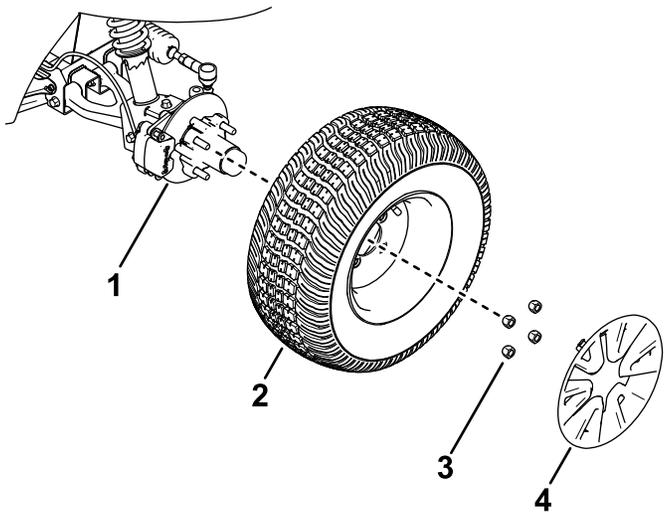

図 20
2. ホイールカバーと、ホイールをハブに固定しているラグナット4個を外す 図 20。
4. ホイールをハブに取りつける。空気バルブを外側に向けて取り付けること 図 20。
5. ラグナットを使用して、ハブにホイールを取り付ける 図 20。